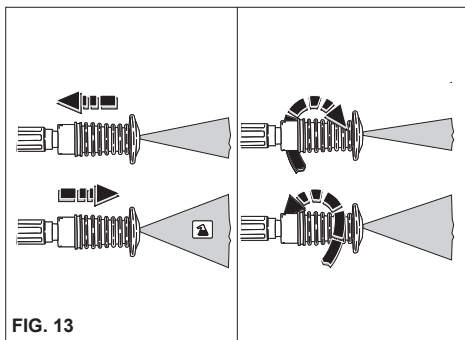

FIG. 13
## UTILIZAÇÃO DO BICO REGULÁVEL MULTIREG (fig. 13)
- Quando a hidrolimpadora não está sendo utilizada, deve-se fechar o dispositivo de segurança do punho. (fig. 13).
- 2) Ligue a máquina de lavar, active o comando de sucção do detergente colocado na lança (fig. 13) e espalhe a solução sobre a superfície a lavar de baixo para cima. Deixe agir por alguns minutos.